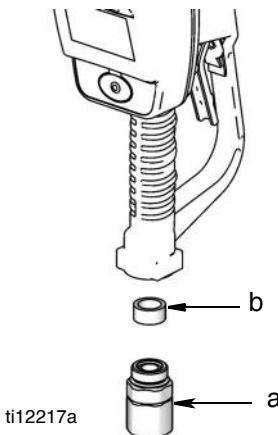

Рис. 2
- Отсоедините вертлюг (a), распорку (b) и уплотнительное кольцо (C) от расходомера (Рис. 2). Повторно установите распорку (b).